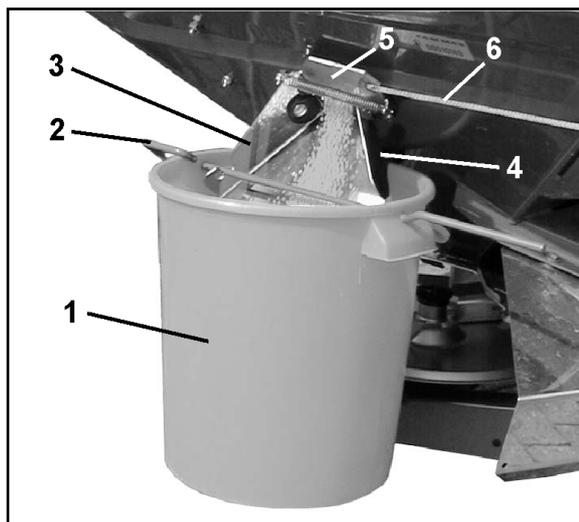

Fig. 59
1. Auffangbehälter (Fig. 59/1) mittels Bügel (Fig. 59/2) an der Auslaufrutsche (Fig. 59/3) einhängen. Auffangbehälter in Klemmvorrichtung (Fig. 59/4 u. Fig. 57/1) einrasten.
2. Seitenschieber (Fig. 59/5) von Auslaufrutsche ca. 5 sec. mittels Seil (Fig. 59/6) vollständig öffnen (um gleichmäßigen Düngereinfluss zu gewährleisten). Hiernach die aufgefangene Düngermenge in den Streuer zurückschütten.